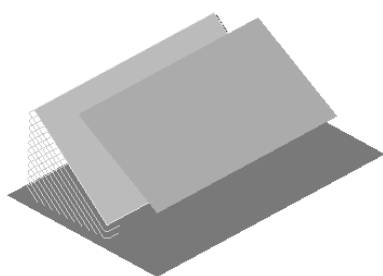

图 2-102 偏置向下
- 〔偏置向下〕：沿刀轴向下偏置顶部轮廓曲线，如图 2-102 所示。